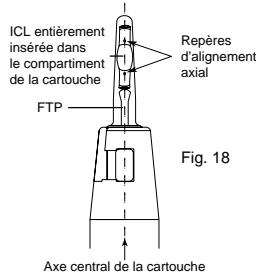

Fig. 18
3. Inspecter l'orientation de la lentille sous le microscope opératoire. Le compartiment transparent de la cartouche permet d'identifier les repères axiaux sur chaque face de l'optique de la lentille. Ces repères doivent être visibles à la position 12 heures et bien alignés avec l'axe de la cartouche (en cas d'erreur d'alignement ou d'orientation, la lentille ICL ou TICL peut être torsadée et doit être injectée dans le plateau de la cartouche ; le processus de chargement doit être recommandé). (Fig. 18)